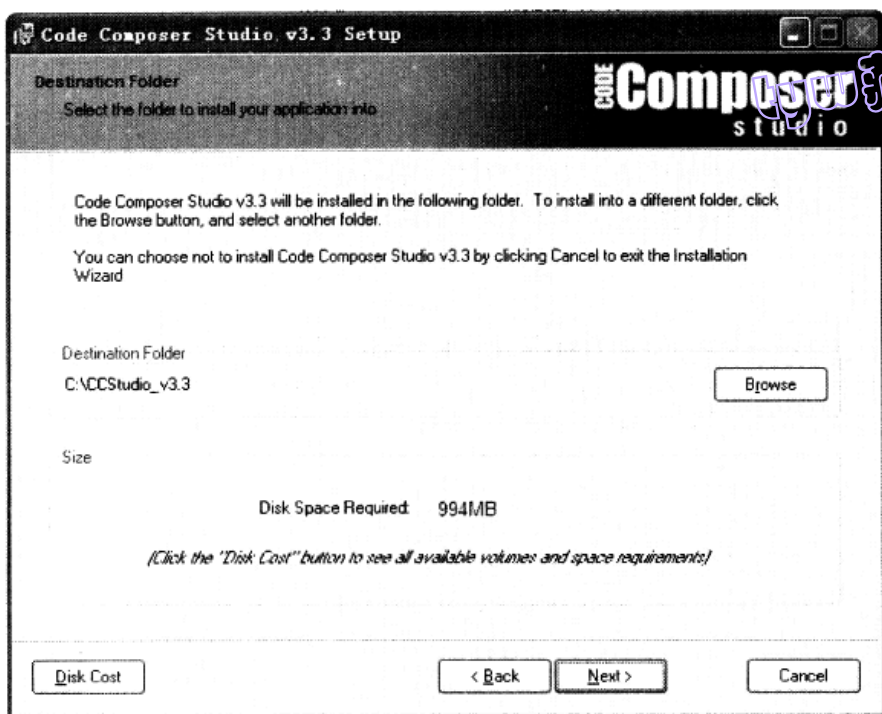

图 1-10 CCS3.3 软件的安装步骤 6
⑥ 选择软件安装路径, 默认的路径为 C:\CCSStudio_v3.3, 当然也可以根据自己的实际情况来更改安装路径。但是有一点需要注意: 自定义的安装路径必须是全英文的。路径选择完成后, 单击 Next, 默认路径的安装如图 1-10 所示。